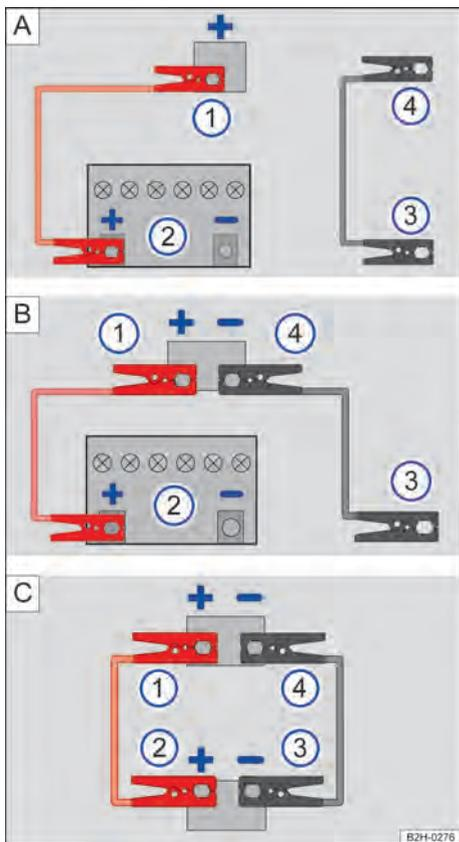

Fig. 159 No compartimento do motor: conexões para o cabo auxiliar de partida (representação esquemática).
- Fig. 159 **A**: Conexão entre a bateria do veículo fornecedor de energia ② e ③ e o ponto de auxílio à partida do veículo com bateria descarregada ① e ④.
- Fig. 159 **B**: Conexão entre a bateria do veículo fornecedor de energia ② e ③ e os 2 pontos de auxílio à partida do veículo com bateria descarregada ① e ④.
- Fig. 159 **C**: Conexão entre os pontos de auxílio à partida do veículo fornecedor de energia ② e ③ e os 2 pontos de auxílio à partida do veículo com bateria descarregada ① e ④.
Legenda para Fig. 159:
- ① Veículo com bateria descarregada.
- ② Veículo com bateria fornecendo energia.
- Conectar uma extremidade do cabo auxiliar de partida *vermelho* ao polo positivo (+) do veículo com a bateria descarregada → Fig. 159 ①.
- Conectar a outra extremidade do cabo auxiliar de partida *vermelho* ao polo positivo (+) do veículo com a bateria fornecendo energia → Fig. 159 ②.
- Conectar uma extremidade do cabo auxiliar de partida *preto* → Fig. 159 ③, de preferência, num ponto de aterramento (ponto de auxílio à partida) (-), ou então, na argola de reboque dianteira rosca-da, conectar uma peça metálica firmemente aparafusada com o bloco do motor ou no próprio bloco do motor.
- Conectar a outra extremidade do cabo auxiliar de partida *preto* → Fig. 159 ④ no veículo com a bateria do veículo descarregada, de preferência, a um ponto de ponto de aterramento (ponto de auxílio à partida) (-), uma peça metálica firmemente aparafusada com o bloco do motor ou no próprio bloco do motor → ⚠.
- Em motores funcionando, desconectar o cabo auxiliar de partida apenas na sequência → Fig. 159 ④ ③ ② ①.